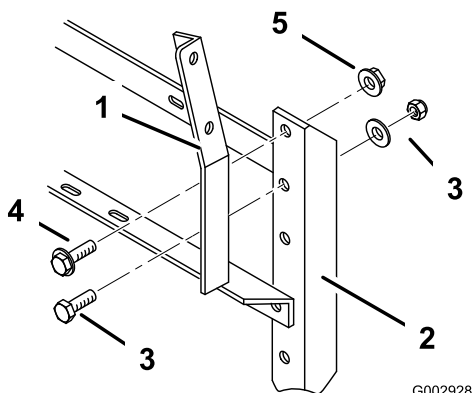

Bild 9
- Bei Maschinen mit einer Seriennummer von 260000001 und höher, oder bei Maschinen mit bedeckten Spritzgestängen müssen Sie die Stützhalterung des Steuerkastens rechts in der Nähe des Spritzgestängerahmens (Bild 9) montieren. Verwenden Sie vorhandene Schrauben und einen Bundbolzen (1/2 x 1/2 Zoll) und eine Bundmutter (1/2 Zoll).